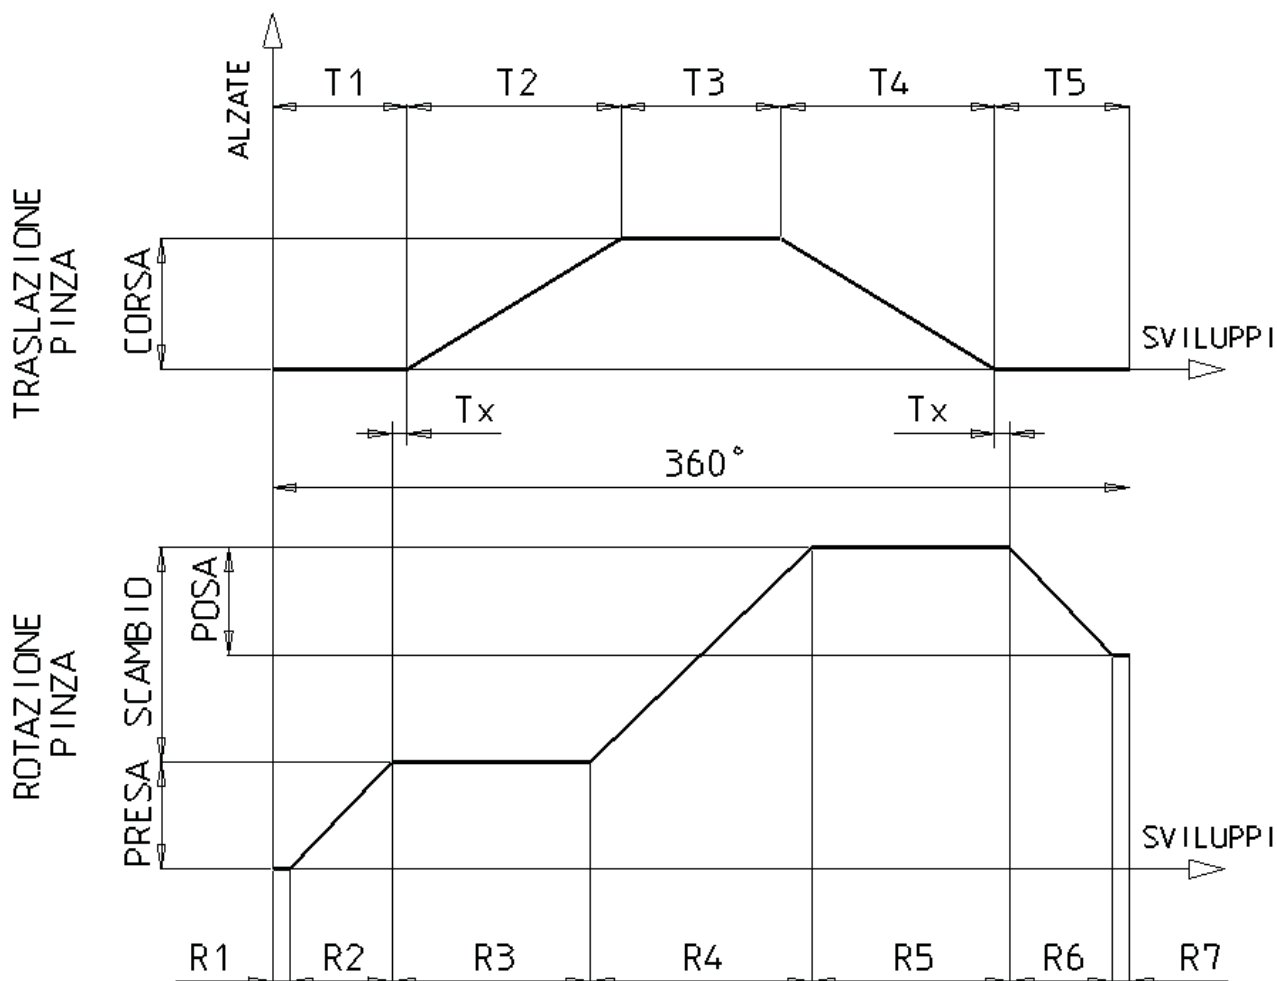

fig. 2 Ciclogramma
N.B.: Il tempo di scambio è influenzato anche dal tempo di blocco/sblocco utensili nel mandrino, che deve avvenire nel tempo "Tx" previsto dal ciclogramma di movimento (par. 3 – fig. 2). Per questo motivo i tempi della tabella sono da considerare indicativi e possono ridursi anche di molto quando venga studiato e realizzato un HTC ottimizzato per le caratteristiche di una specifica M.U.